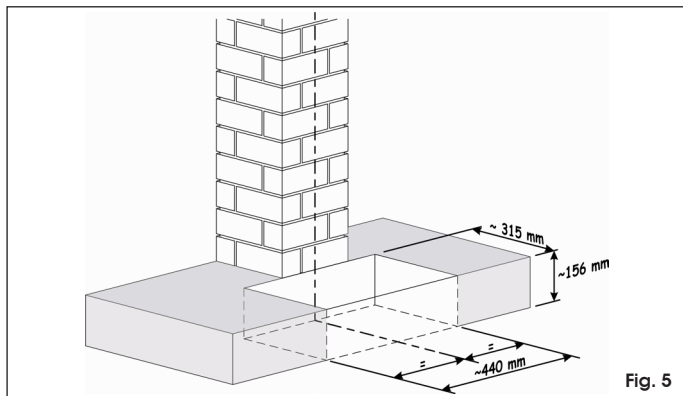

Fig. 5
1. Eseguire uno scavo di fondazione come da Fig. 5.